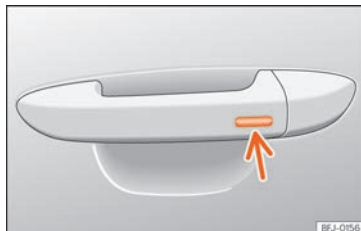

Fig. 97 Poignée de porte : surface sensible.
- Appuyez un doigt pendant quelques secondes sur la surface sensible de verrouillage » **fig. 97** (flèche) de la poignée de porte jusqu'à ce que le toit ouvrant se ferme. Si vous cessez de toucher la surface sensible, la fonction d'ouverture/fermeture s'interrompt.